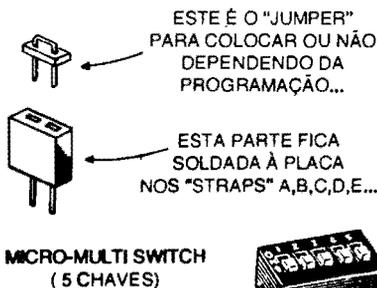

Fig.6
- FIG. 6 - O "JUMPEAMENTO" POR MÉTODOS MAIS SOFISTICADOS - Está claro que, em aplicações fixas ou semi-fixas, torna-se mais fácil e rápido simplesmente aplicar pedacinhos de fio, em jumpers "tradicionais", aos requeridos pontos, conforme a Tabela e os exemplos dados (diretamente sobre a placa, soldados pela face cobreada...). Entretanto, quem pretender maior flexibilidade, além de facilidade de alteração a qualquer momento, da programação, deverá recorrer a métodos um pouco mais sofisticados, ambos exemplificados na fig. 6... Em 6-A temos a sugestão de se usar 5 pequenos "jumpers" tipo "computador", os quais já são acompanhados dos respectivos straps, que podem ser enfiados ou removidos facilmente, de modo a "fechar ou abrir" o ponto respectivo... Uma possibilidade ainda mais "profissional", é a de usar-se multi-switches micro (também muito aplicada em placas de computador...), com 5 elementos, através de cujos botõezinhos de "on-off" a pro-